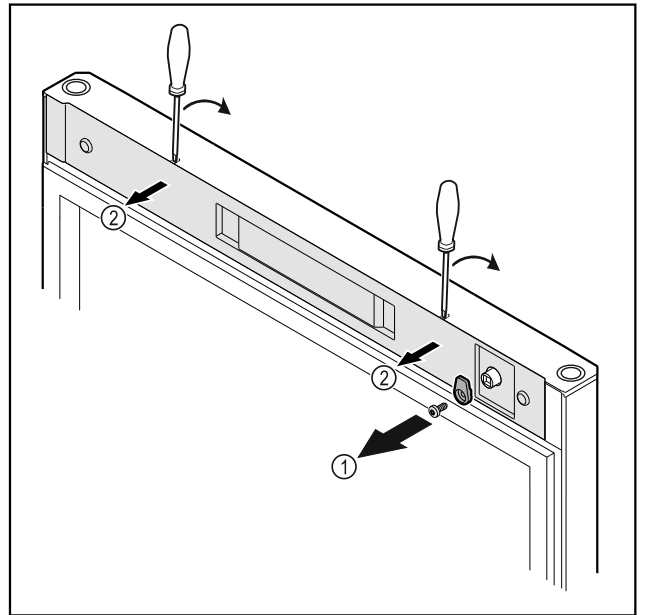

Fig. 9
- ▶ Schließhaken Fig. 9 (1) abschrauben.
- ▶ Abdeckung Fig. 9 (2) mit einem kleinen Schraubendreher ausrasten und abnehmen.